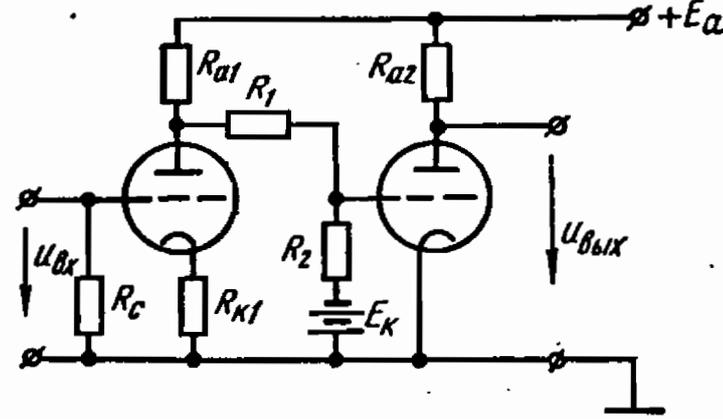

Рис. 13.32
13.32. На сколько вольт изменится выходное напряжение усилителя постоянного тока с потенциметрической связью (рис. 13.32), собранного на двойном триоде 6НЗП ($\mu = 36$, $S = 5,9$ мА/В), если входное напряжение изменилось на 0,1 В.